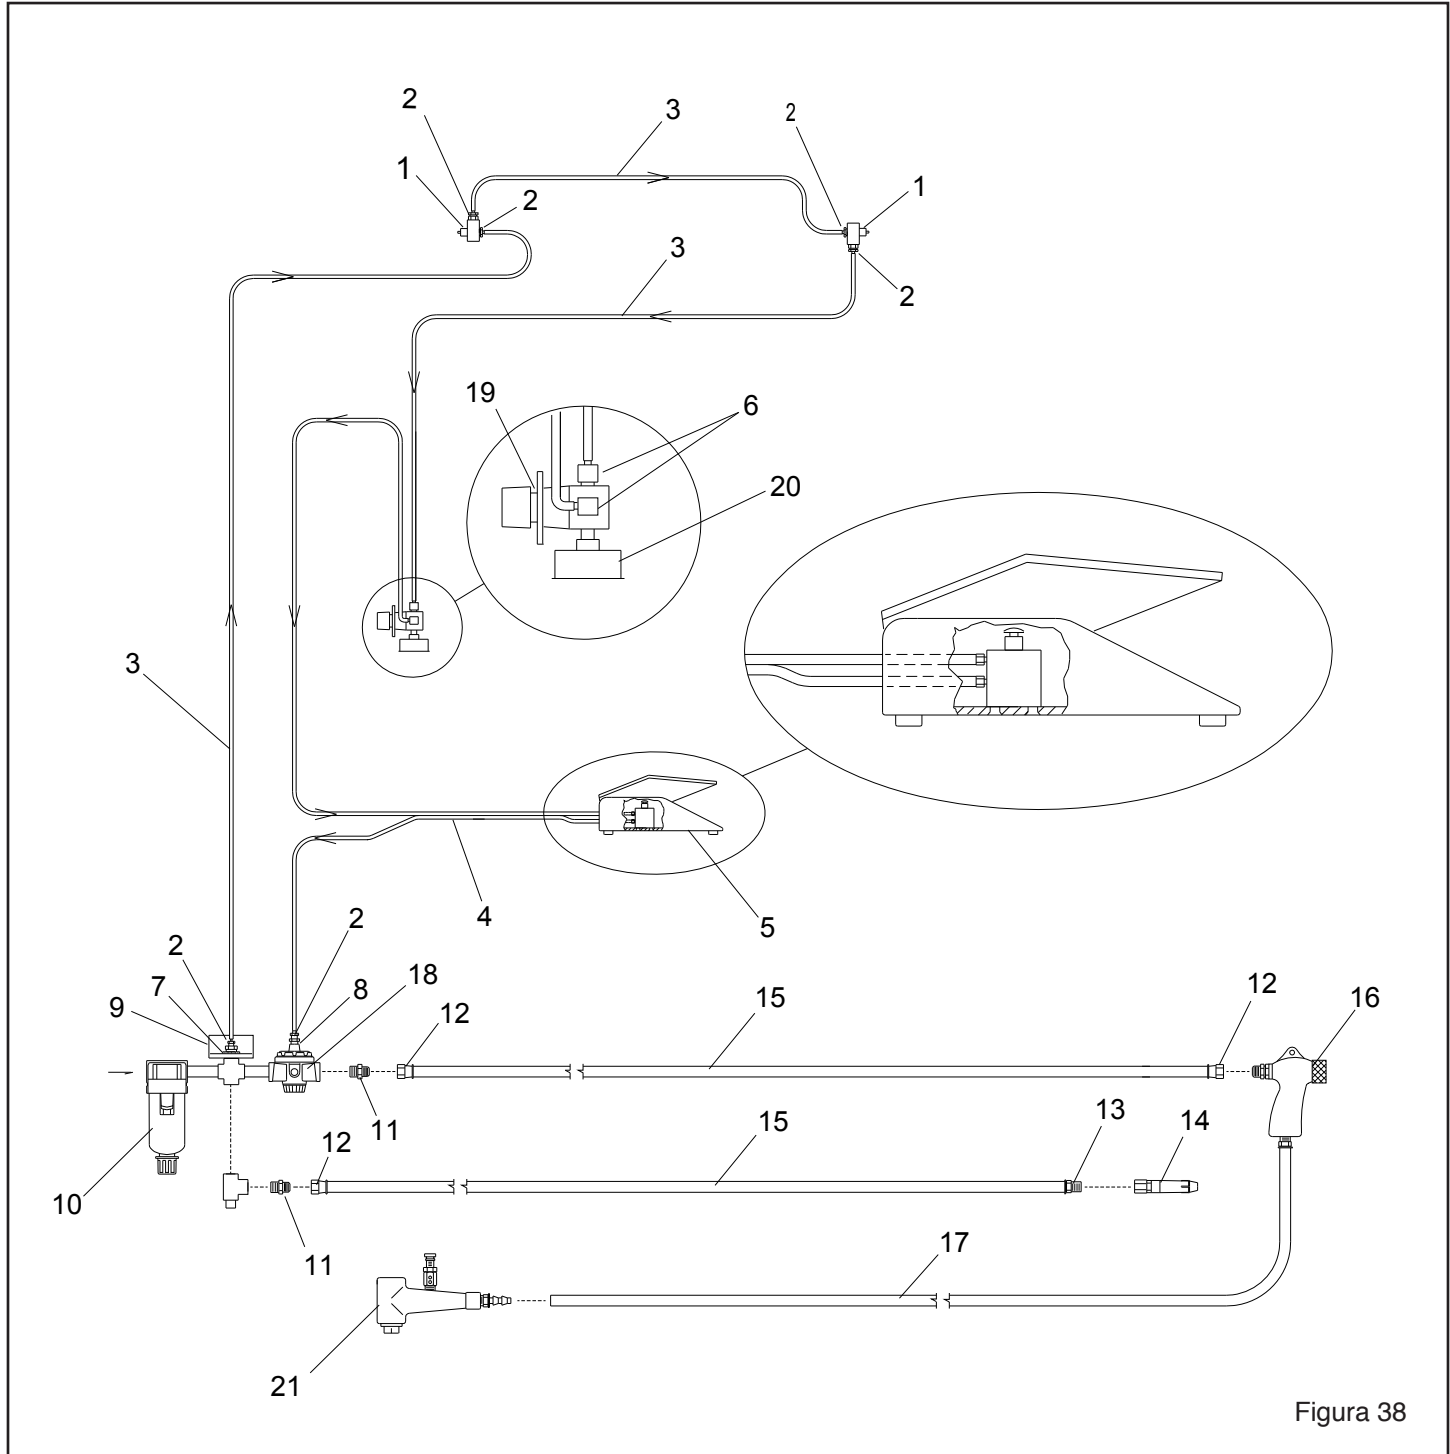

Figura 38
9.9 Ensamble de Tuberías de Cabina, Figura 38